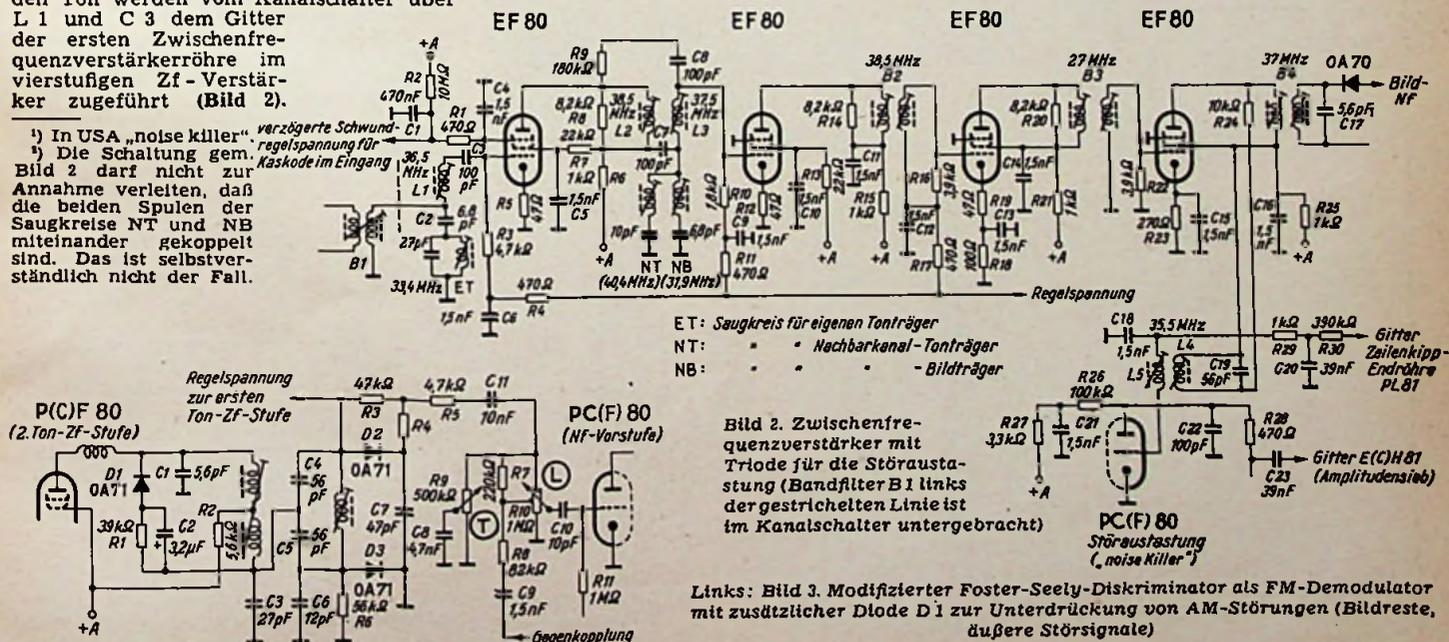

Bild 2. Zwischenfrequenzverstärker mit Triode für die Störaustattung (Bandfilter B 1 links der gestrichelten Linie ist im Kanalschalter untergebracht)
Störunterdrückung: Im Gerät Leonardo ist für die Unterdrückung von Störungen aller Art keine Störaustattung mit der Röhre EH 90 vorgesehen. Vielmehr wird dem Anodenkreis der vierten Zf-Röhre eine Teilspannung der Zwischenfrequenz entnommen und selektiv über C 19/L 4/L 5 (Bild 2) der Triode PC(F) 80 zugeführt. Die Störimpulse erfahren eine Gleichrichtung, und die resultierenden Gleichspannungsimpulse sperren jeweils das Amplitudensieb, die Heptode E(C/H) 81, so daß Störspitzen keinerlei Einfluß auf die Ablenkergeräte ausüben können. Man gibt aber auf das Gitter der Triode nicht die gesamte Zwischenfrequenz, sondern nur ein Band von 2 MHz Breite mit 35,5 MHz als Mittelfrequenz, so daß die abgegriffene Zf-Spannung weit genug vom